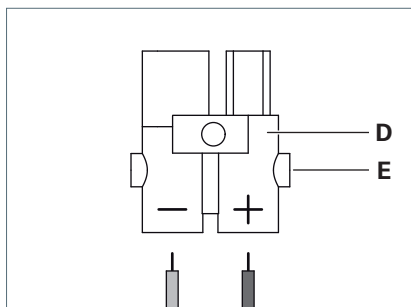

Fig. 4: Affection des connecteurs.
- ▶ Dévissez les deux vis **E** de la fiche **D**, voir Fig. 4.